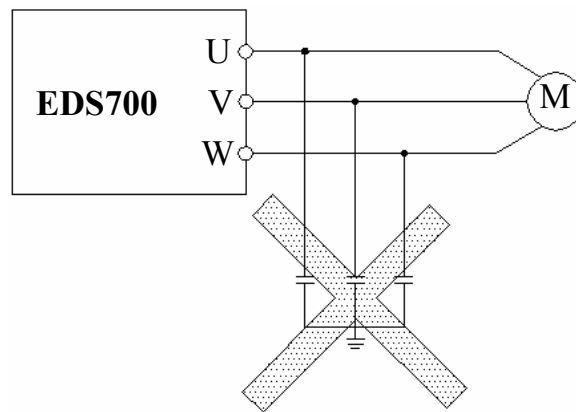

图 1-1 变频器输出端禁止使用电容器
- (4) 若超过电机额定频率运行时，除了考虑电机的振动、噪音增大外，还必须确保电机轴承及机械装置的使用速度范围，请务必事先确认。
- (5) 应通过端子或其它正常的命令通道对变频器进行起停控制。严禁在变频器输入侧使用接触器等强电开关直接频繁起停操作，否则会造成设备损坏。
- (6) 如果需要在变频器输出和电机之间安装接触器等开关器件，请确保变频器在无输出时进行通断操作，否则可能会损坏变频器。
- (7) 使用前，应确认电源电压在允许的工作电压范围之内 否则应做变压处理或订购特种变频器。
- (8) 在海拔高度超过 1000 米的条件下，变频器应降额使用，每增加 1500 米高度输出电流约降低额定电流的 10%。
- (9) 禁止输出侧安装改善功率因数的电容器或防雷用压敏电阻等，否则将造成变频器故障跳闸或器件的损坏，如图 1-1 所示。